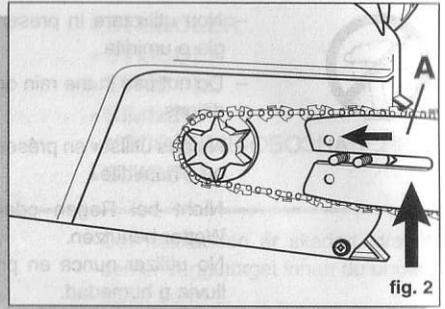

fig. 2
- (fig. 2) Monter le guide A sur les goujons et le pousser vers le pignon d'entraînement.